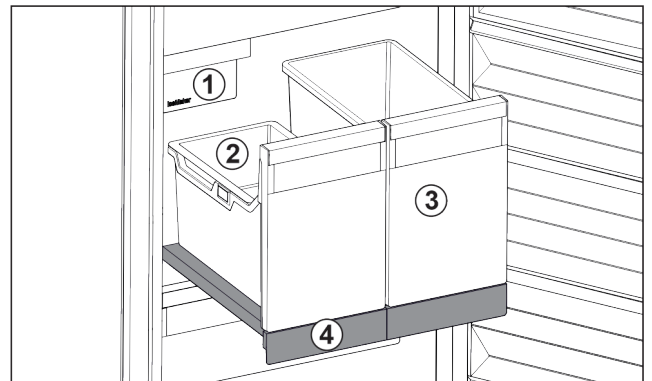

Fig. 83 Auszugsbord mit IceTower
Auf dem Auszugsbord sind zwei hohe Behälter (IceTower). Im Behälter Fig. 83 (2) werden Eiswürfel aus dem IceMaker gesammelt und gelagert. Behälter Fig. 83 (3) eignet sich für die Lagerung von hohen Lebensmitteln wie Pizzen oder alkoholischen Getränken.